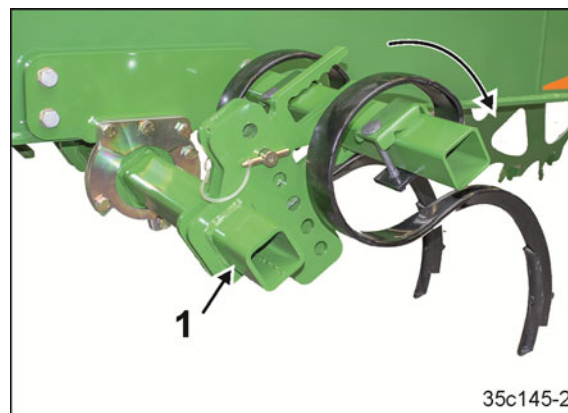

Fig. 238
1. Rabatarea afânătorului de urmă a roților tractorului în poziție de lucru (**Fig. 238/1**):
1. Rabatarea afânătorului de urmă a roților tractorului în poziția de transport (**Fig. 238/1**):